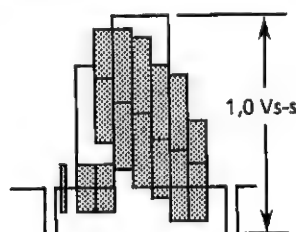

Abbildung 2-4.
3. R203 so einstellen, daß die Signalamplitude 1,0 Vs-s beträgt, wie in Abbildung 2-4 dargestellt.